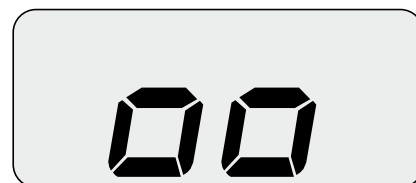
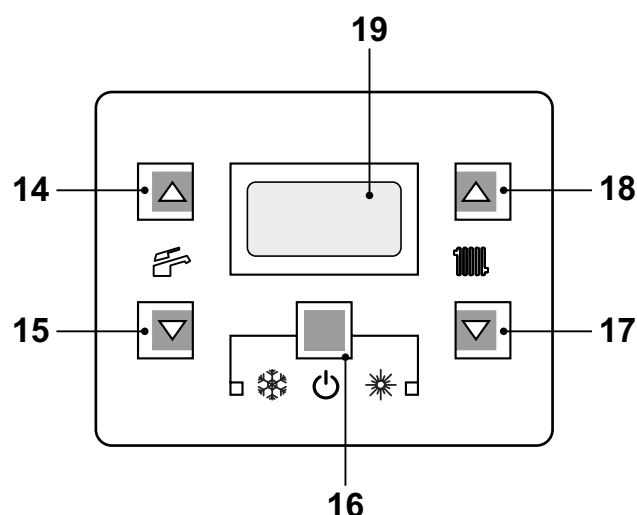

Figura 6.5
Figura 6.6
- Alimentare elettricamente la caldaia azionando l'interruttore bipolare previsto in installazione. Il display LCD visualizza il simbolo (Figura 6.5).
- Tenere premuto per 2 secondi il tasto 16 fino a far apparire sul display entrambe i simboli e (Figura 6.6).
- Spegner la caldaia tenendo premuto per 2 secondi il tasto 16 (Figura 6.6)fino a far apparire sul display LCD il simbolo  (Figura 6.5).